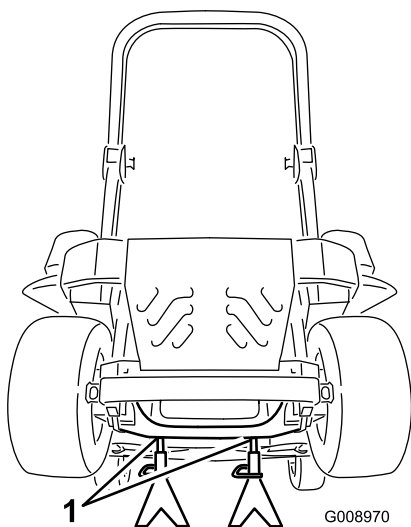

Figure 91
3. Soulevez la machine sur des chandelles (Figure 91).
9. Retirez les chandelles et abaissez la machine (Figure 91).